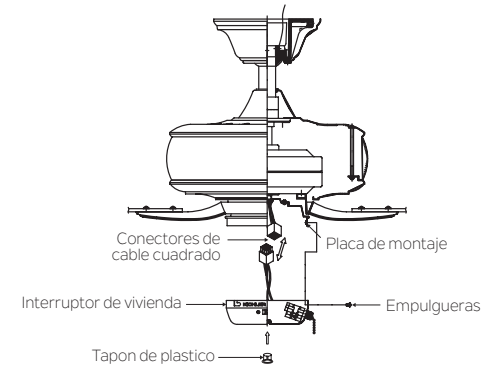

Fig. 19
**Paso 1.** Levante la caja del interruptor cerca del ventilador de techo y conecte los conectores de cable cuadrado de la caja del interruptor y el ventilador. Instale la carcasa del interruptor en la placa de montaje con los tornillos provistos. (Fig. 19)
**Paso 2.** Conecte el tapón de plástico a la carcasa del interruptor. (Fig. 19)